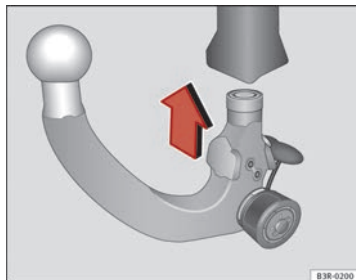

Abb. 156 Abnehmbare Anhängervorrichtung: Kugelstange einsetzen
- Führen Sie die vorgespannte Kugelstange in den Aufnahmebohrer ein und drücken Sie sie in Pfeilrichtung ⇒ Abb. 156 nach oben ⇒ ⚠. Der Verriegelungsvorgang erfolgt automatisch. Dabei muss ein deutliches Einrastgeräusch hörbar sein.